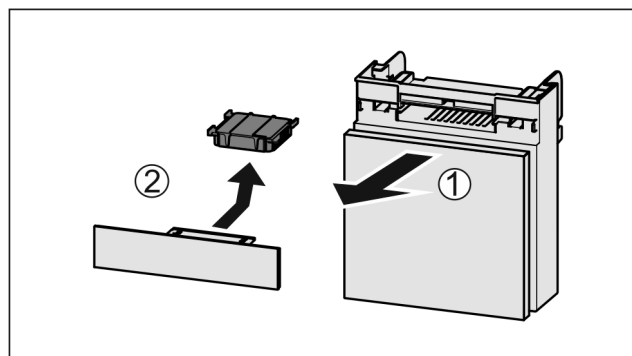

Fig. 181
- ▶ Pretinac izvucite Fig. 181 (1) prema naprijed.
- ▶ Izvadite filtir s aktivnim ugljenom Fig. 181 (2).